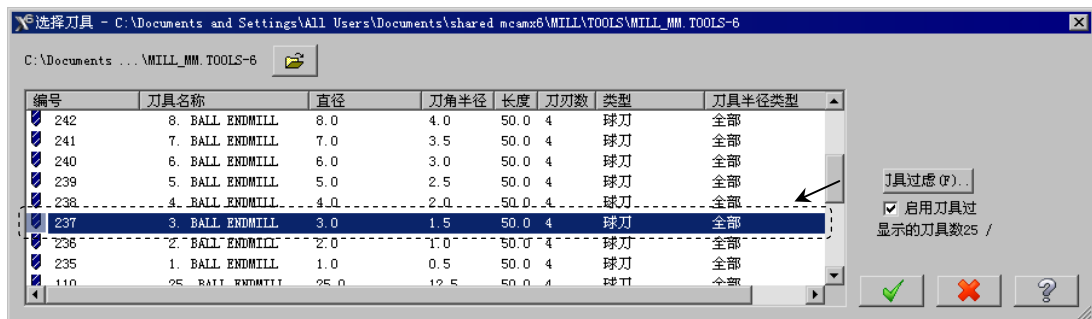

图 7.17 “选择刀具”对话框
Step6. 选择刀具。在“2D 刀具路径-外形铣削”对话框中单击 **选择刀具** 按钮，系统弹出“选择刀具”对话框，在该对话框的列表框中选择图 7.17 所示的刀具。单击 按钮，关闭“选择刀具”对话框，系统返回至“2D 刀具路径-外形铣削”对话框。